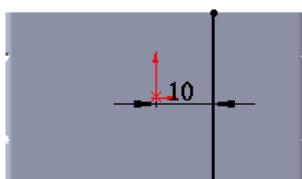
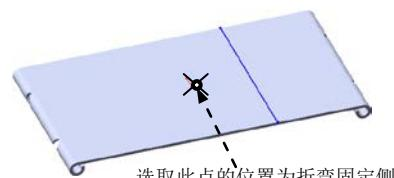

图 5.12 折弯线
图 5.13 确定折弯固定侧
② 定义折弯线草图。在草图环境中绘制图 5.12 所示的折弯线。
③ 选择下拉菜单 $\text{插入(I)} \rightarrow \text{退出草图}$ 命令，退出草图环境，此时系统弹出“绘制的折弯”对话框。
(3) 定义折弯固定侧。在图 5.13 所示的位置处单击，确定折弯固定侧。
(4) 定义钣金参数属性。在 折弯参数(P) 区域的 $\text{角度: } 125$ 文本框中输入折弯角度 125，在 $\text{半径: } 2$ 文本框中输入折弯半径 2。在 折弯位置: 区域中单击“材料在内”按钮 L 。
(5) 单击 \checkmark 按钮，完成绘制的折弯 1 的创建。